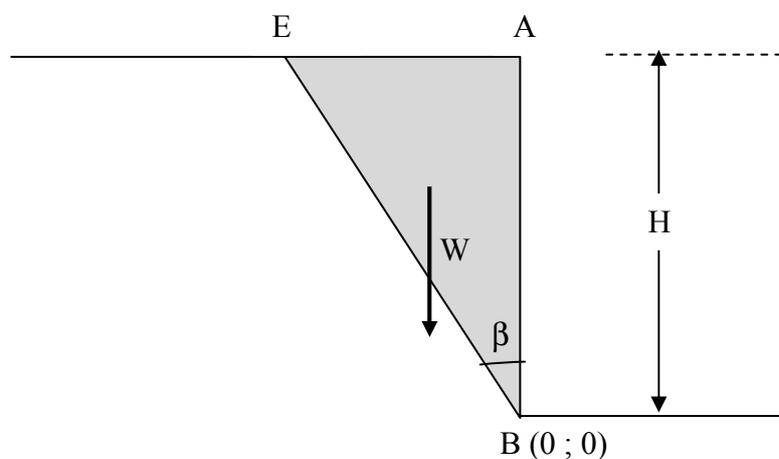

Figure 1 : Schéma de la fouille.
Soit une fouille verticale de hauteur H (Figure 1). On cherche à calculer le coefficient de sécurité F d'une surface de rupture plane (EB) passant par le fond de fouille dans les différentes configurations décrites ci-dessous.